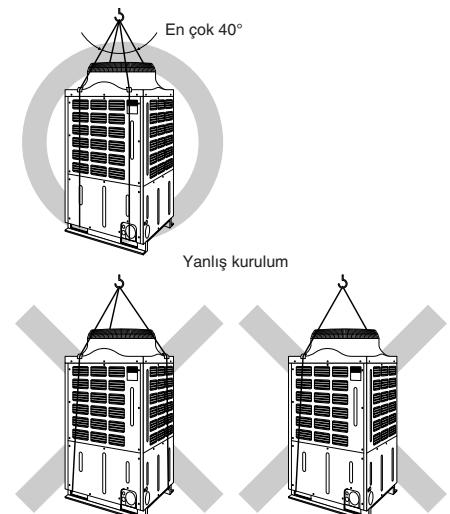

Fig. 3-3
3.3. Üneni kaldırırken uygulanacak tedbirler (Fig. 3-3)